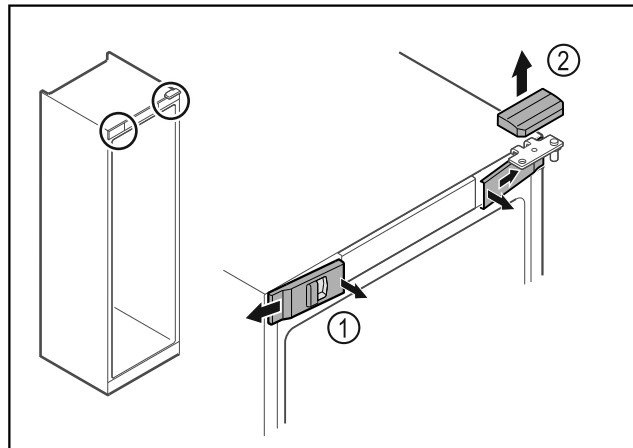

Fig. 14
- ▶ Передние крышки Fig. 14 (1) освободите от фиксации с внутренней стороны и отведите в сторону.
- ▶ Движением вверх снимите верхнюю крышку Fig. 14 (2).